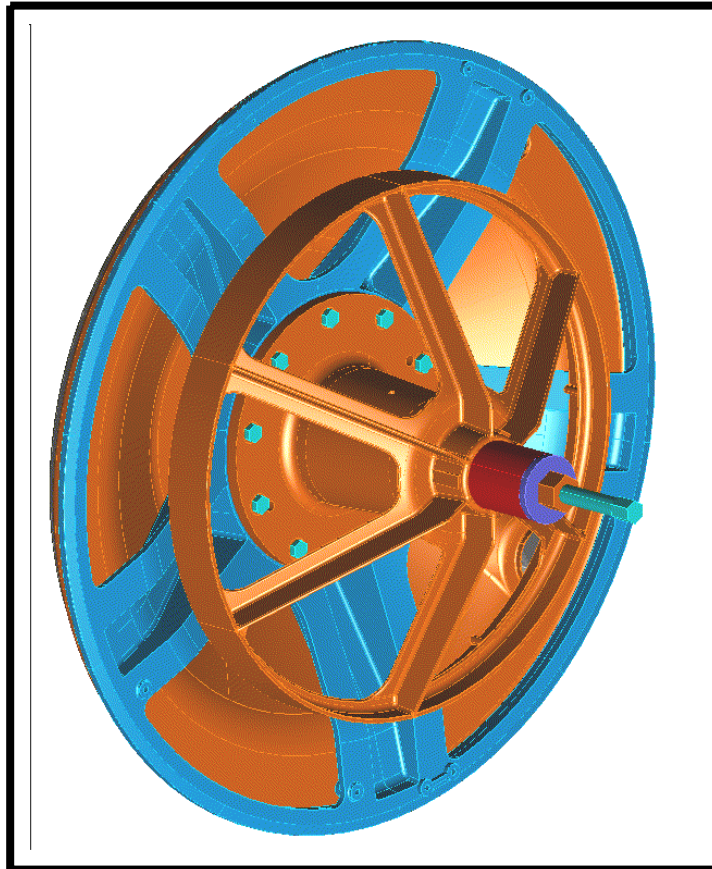

Fig 4
- Pressa ned remskivan på axeln. Detta underlättas om remskivan värms (Fig 4)